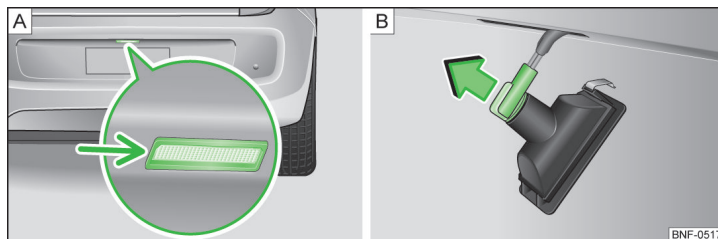

Fig. 133 Desmontar la luz de la matrícula / cambiar la bombilla
- Introduzca un destornillador plano en la columna de la zona de la flecha » fig. 133 - **[A]** y afloje la luz.
- Gire el casquillo de luces **en sentido contrario** al de las agujas del reloj y extraígalo en el sentido de la flecha » fig. 133 - **[B]**.